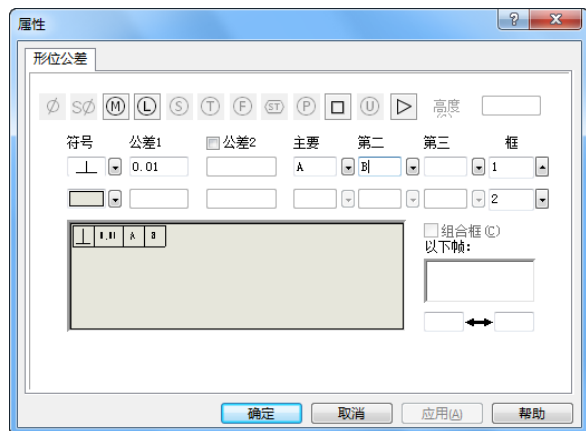

图 8-69 设置好的“属性”对话框
**03** 设置形位公差。在“形位公差”中的“引线”一栏选择标注的引线样式。单击“属性”对话框中“符号”一栏后面的下拉菜单，如图 8-67 所示，在其中选择需要的形位公差符号；在“公差 1”一栏输入公差值；单击“主要”一栏后面的下拉菜单，在其中选择需要的符合或者输入参考面，如图 8-68 所示，在其后的“第二”、“第三”一栏中可以继续添加其他基准符号。设置完毕的“属性”对话框如图 8-69 所示。